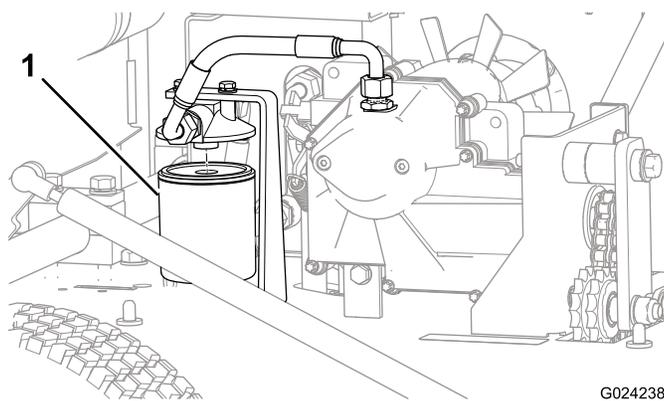

Figura 35
5. Collocate una bacinella di spurgo sotto il filtro e togliete il filtro (Figura 35).